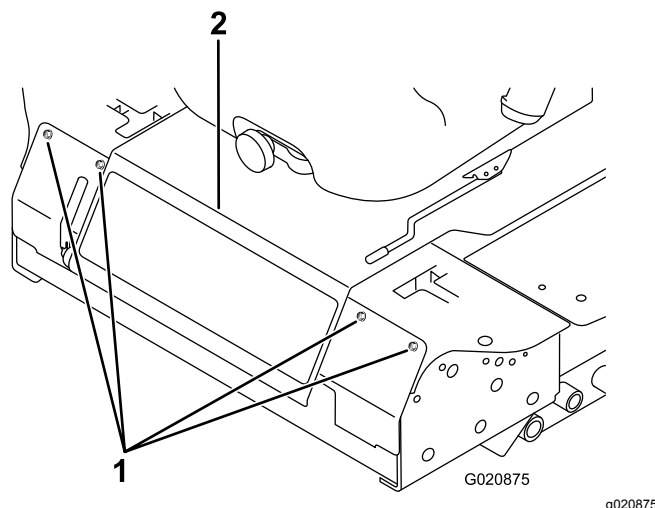

Figura 46
2. Afloje los pernos del panel delantero y retire el panel (Figura 46).